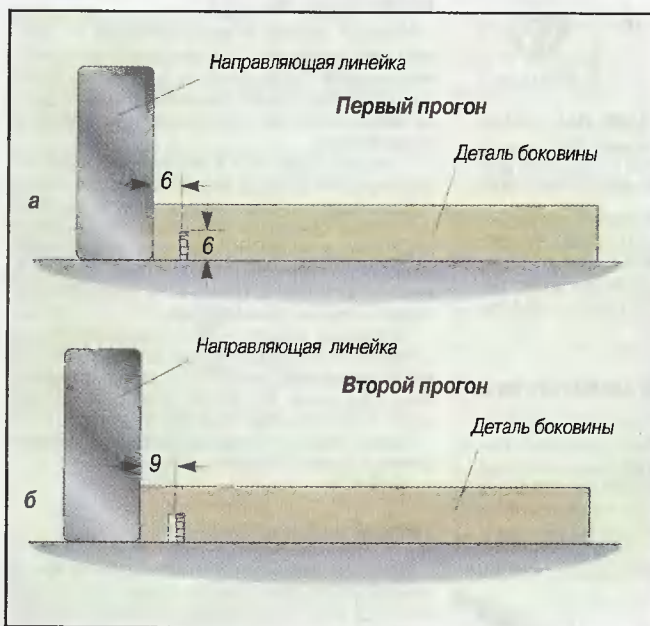

Рис. 2. Выполнение пазов в передней и боковых панелях. Вид с торца.
1. Диск циркулярной пилы устанавливают на уровне 6 мм над столом и на расстоянии 6 мм от направляющей линейки (рис. 2а). Пропускают через пилу перед-
нюю и боковые панели ящика. Передвигают направляющую на 3 мм от диска пилы и прогоняют детали еще раз (рис. 2б).